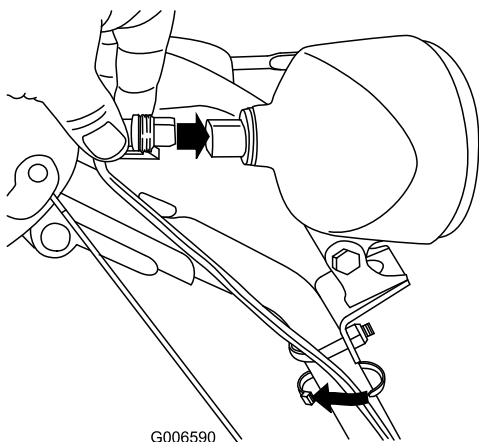

Рисунок 62
6. Вставьте соединитель в тыльную часть фары и надежно закрепите его (Рисунок 62).